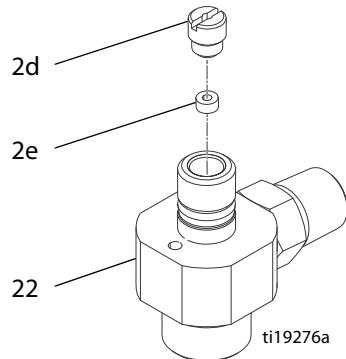

Рис. 11
1. Слегка смажьте внутренние полости корпуса подачи жидкости (22). Установите небольшое уплотнение (2e) таким образом, чтобы кромки были направлены в полость корпуса подачи жидкости. Установите фиксатор уплотнения (2d) и затяните с усилием 3,4–4,5 Н·м (30–40 дюймофунтов). См. Рис. 11.